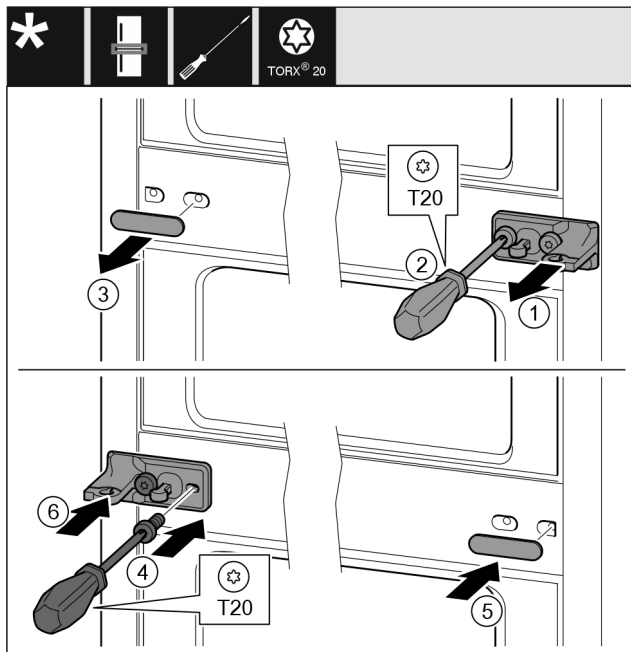

Fig. 31
- ▶ Retirer la rondelle Fig. 31 (1).
- ▶ Retirer les vis Fig. 31 (2) avec un tournevis.
- ▶ Retirer le cache Fig. 31 (3) avec précaution.
- ▶ Visser fermement le support de palier avec film Fig. 31 (4) tourné de 180° de l'autre côté.
- ▶ Installer le cache Fig. 31 (5) tourné de 180° de l'autre côté.
- ▶ Insérer la rondelle Fig. 31 (6).